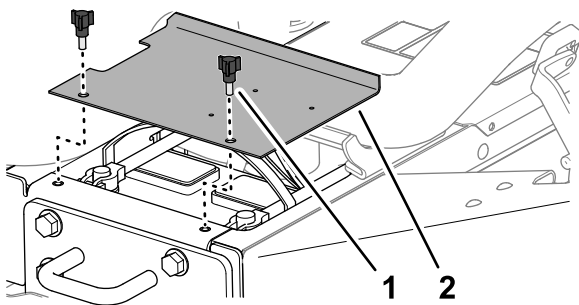

Bild 4
1. Entfernen Sie die beiden Drehknöpfe, mit denen die Akkufachabdeckung an der Maschine befestigt ist, und nehmen Sie die Abdeckung ab (Bild 4).